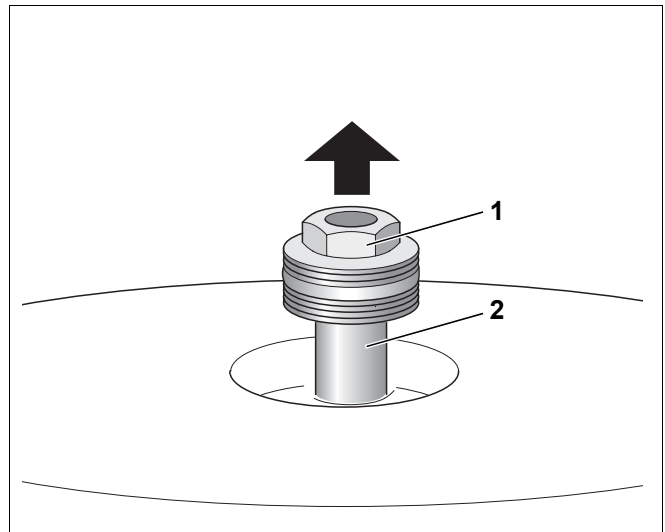

Рис. 12 Замена магниевого анода
- Отвернуть шестигранник (рис. 12, **поз. 1**) магниевого анода накладным гаечным ключом SW 32.
- Вывернуть анод (рис. 12, **поз. 2**).
- Если магнийевый анод изношен, установка нового производится так, как показано на рис. 12.